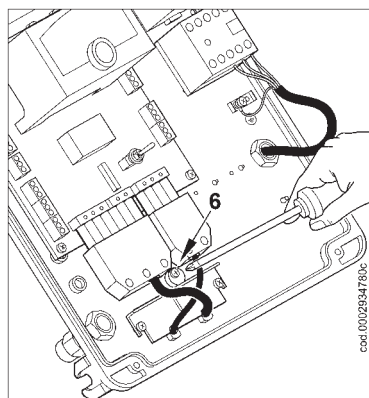

图3
3) 图3， 将电缆压板(3)放回原位， 旋转凸轮(6)使压板压紧两根电缆， 然后拧紧压板固定螺丝。最后， 插上7孔插头和4孔插头。